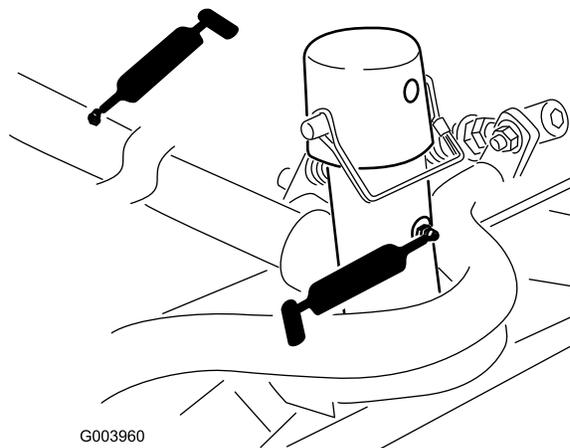

Figure 38
- Bâti porteur d'unité de coupe et pivot (x 2) (Figure 38)